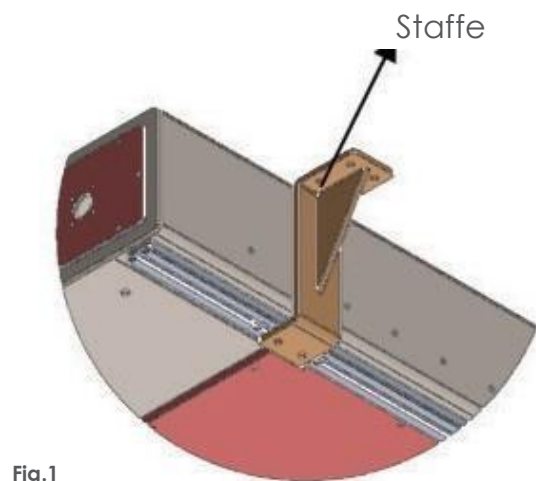

Fig.1
**Il box della passerella dovrà essere fissato alla struttura dell'imbarcazione mediante le apposite staffe (fig. 1) fornite a corredo. La zona di fissaggio delle staffe allo scafo deve essere abbastanza robusta da consentire l'utilizzo delle viti indicate senza cedimenti o rotture. E' espressamente vietata la realizzazione di ulteriori fori sulla struttura della passerella in quanto ne comprometterebbero le caratteristiche di tenuta stagna e potrebbero danneggiare irrimediabilmente la componentistica interna.**